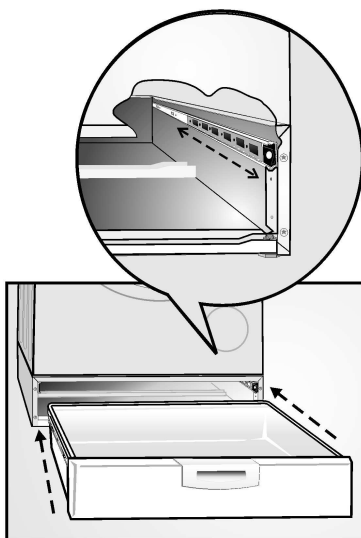

Figure 18
- Faites glisser les glissières à roulements à billes vers l'avant, côté socle (voir la **Figure 18**).